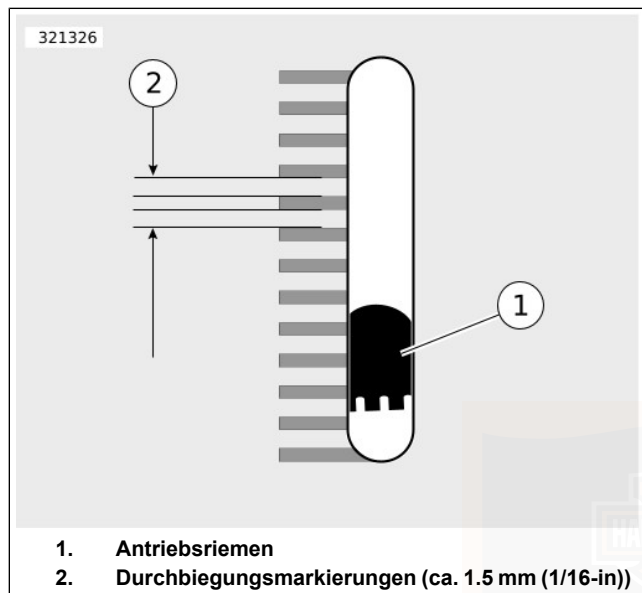

Abbildung 39. Sichtfenster der Riemendurchbiegung
- a. **Modelle, die mit Riemendurchbiegungs-Sichtfenster ausgestattet sind.** Siehe Abbildung 39. Die Riemendurchbiegung durch das Riemendurchbiegungs-Sichtfenster messen und dabei das Prüfgerät ruhig halten. Jede Durchbiegungseinteilung beträgt circa 1,59 mm (1/16 in).